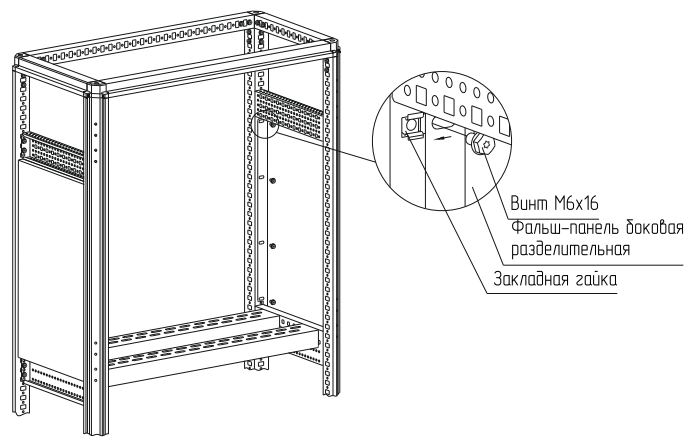

Рисунок 43
– вариант 2. Набором «закладная гайка М6 – винт М6×16 – шайба 6.4». Для этого предварительно установите закладные гайки в квадратные отверстия вертикальных дополнительных стоек и закрепите фальш-панель боковую разделительную винтами М6×16 с шайбами 6.4 (рисунок 43). Момент затяжки – 7 Н·м. Набор крепежа приобретается отдельно.